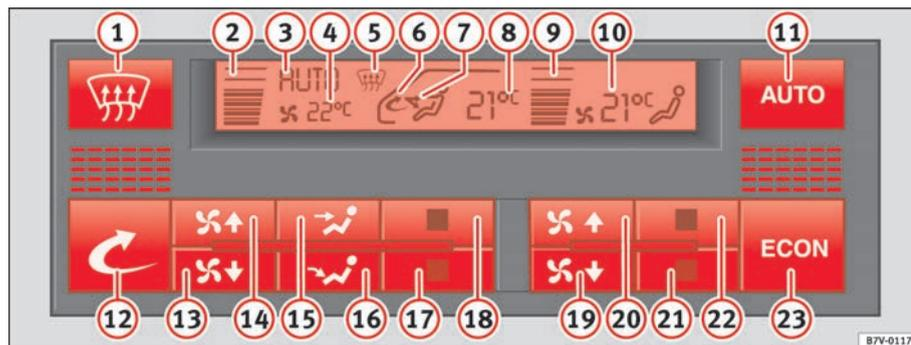

Fig. 120 Dettaglio della plancia: i comandi del Climatronic
- La temperatura si seleziona con i tasti ⇒ fig. 120 21 e 22 che resta memorizzata fino a quando non si imposta una nuova temperatura.